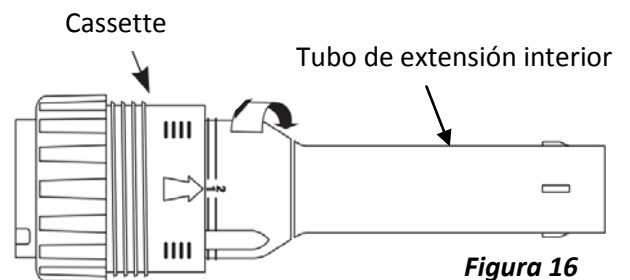

Figura 16
- Gire el tubo de extensión interior hacia la derecha para bloquearlo. El tubo está bien bloqueado en la posición 1 cuando escuche un sonido "clic" (Figura 16).